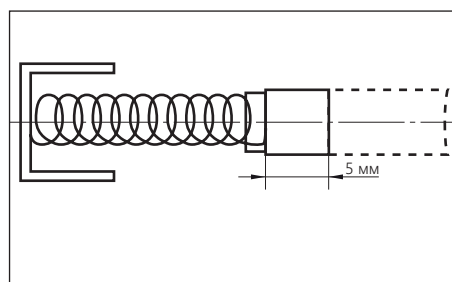

Рисунок 12.
- замените щётки, если их графитовая поверхность изношена и длинна меньше 5 мм (рис. 12);